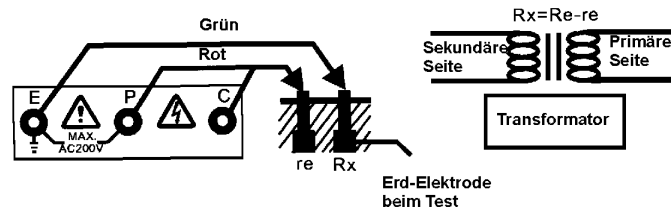

Abb. 2
- * Diese Methode wird bei Erdwiderständen über 10Ω empfohlen und wo es nicht möglich ist die Hilfssplöße zu verwenden. Wie in Abb. 2 gezeigt wird, erhält man bei diesem Zwei-Leiter-System einen ungefähren Erdwiderstandswert.